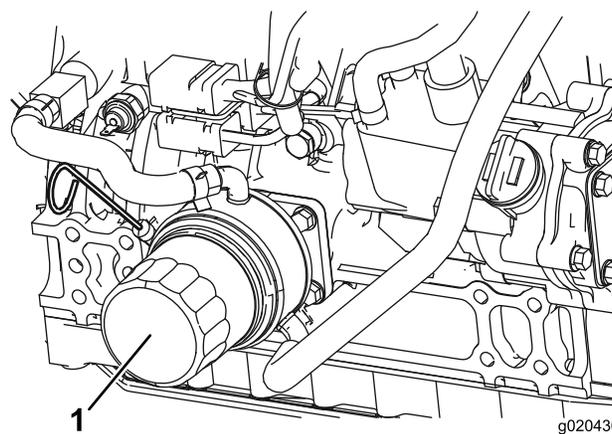

Рисунок 60
2. Снимите масляный фильтр (Рисунок 60).